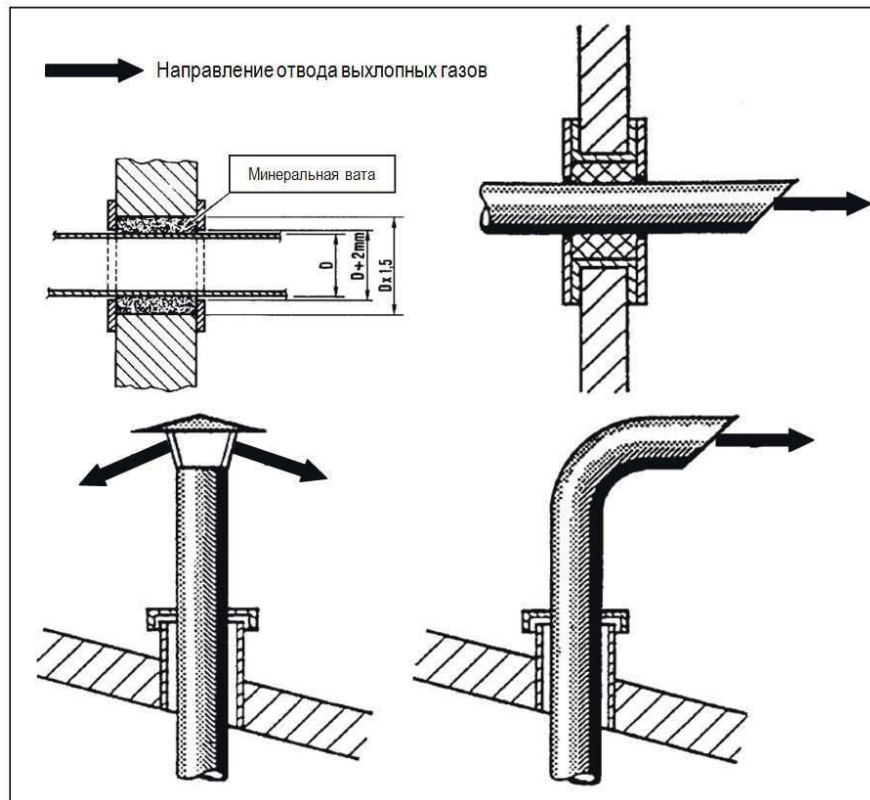

Рис. 11 - Общая принципиальная схема защиты от попадания воды в выхлопную систему
- Если трубопроводы надо вывести через стены, то нужно устанавливать муфту для амортизации вибрации и уравнивания теплового расширения (см. рисунок 11).
- Внешний конец системы выхлопного газа нужно, если это проходит горизонтально заострять на 60° к горизонтальным линиям и соответственно при вертикальном ходе нужно устанавливать крышку вентиля, чтобы дождь и снег не смогли попасть в систему выхлопного газа (см. рисунок 11).